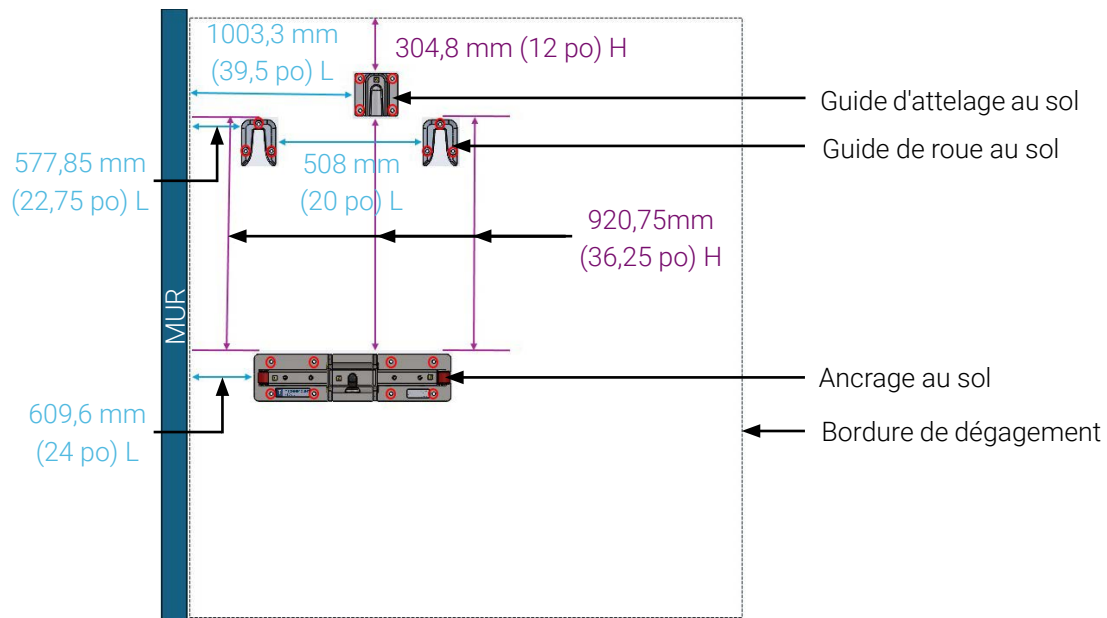
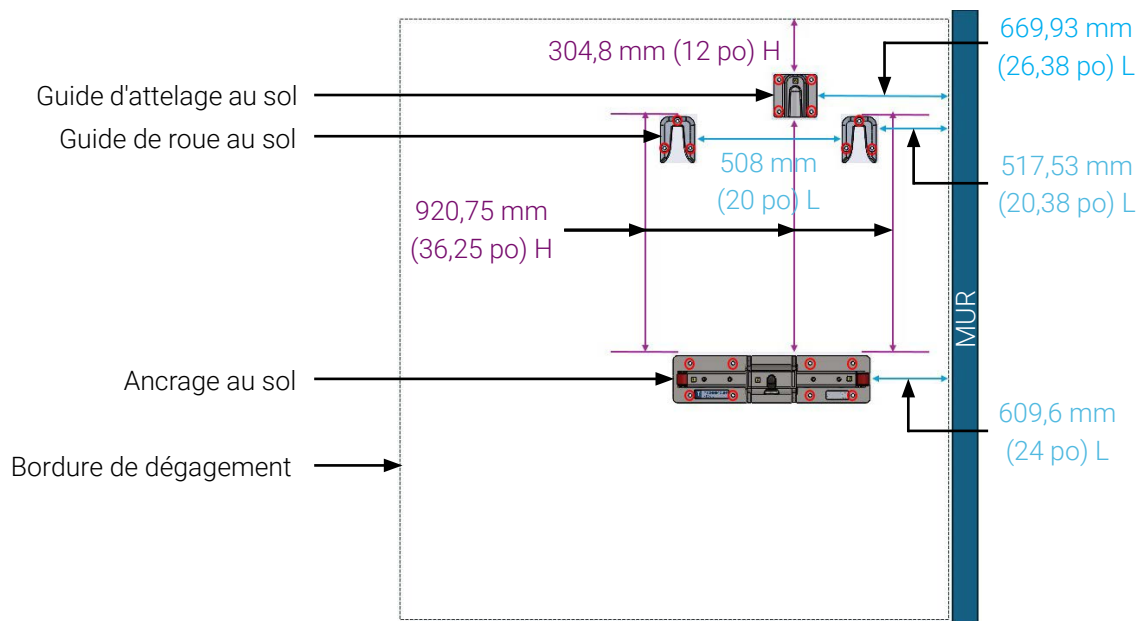

Figure 26: Mesures des composants de la Fixation au sol AnchorMed prises côté patient droit (installation en coin)
Figure 27: Mesures des composants de la Fixation au sol AnchorMed prises côté patient gauche (installation en coin)
- Pour une installation en coin, consulter la Figure 26 pour les mesures prises du côté droit et la Figure 27 pour les mesures prises du côté gauche.